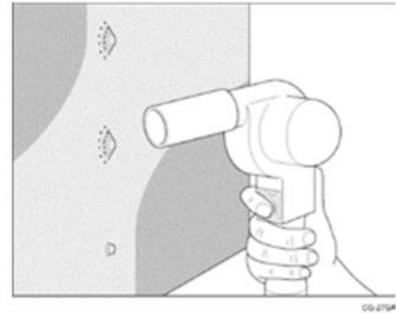

Figura 22
4. Scaldare con un termosoffiatore mantenendo la giusta distanza dalla grafica e ripassare i rivetti con lo strumento per rivetti. Vedere figura 22.